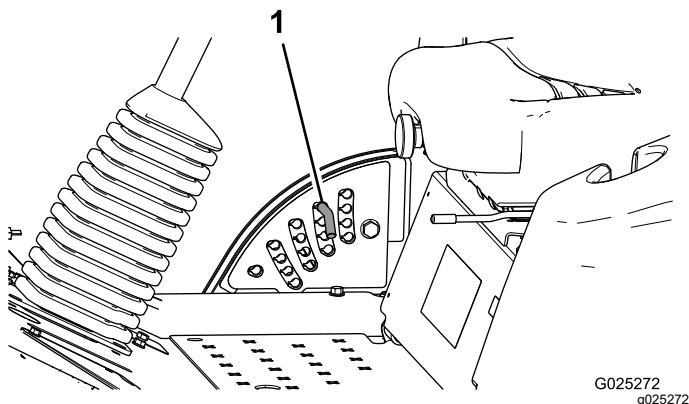

Figura 4
2. Para ajustar, rode o pino de bloqueio até que o pino do mesmo fique alinhado com as ranhuras nos orifícios no suporte da altura de corte e remova-o (Figura 4).
3. Selecione um orifício, no suporte da altura de corte, que corresponda a altura de corte desejada, insira o pino e rode-o para o bloquear no lugar (Figura 4).
Nota: Existem quatro filas de posições de orifícios (Figura 4). A fila de cima dá-lhe a altura de corte indicada por cima do pino. A segunda